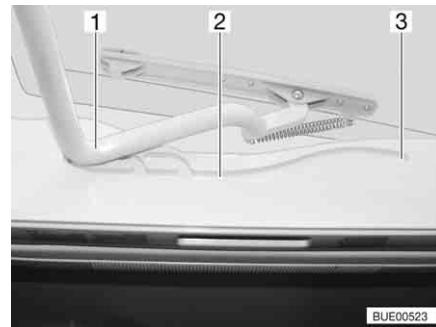

Bild 61 Heki-Dachhaube, Führung
- Den Bügel (Bild 61,1) in den Führungen (Bild 61,2) bis in die hinterste Position (Bild 61,3) ziehen.
- Den Bügel (Bild 61,1) mit beiden Händen leicht nach oben drücken.
- Den Bügel in den Führungen (Bild 61,2) bis zur gewünschten Stellung ziehen.